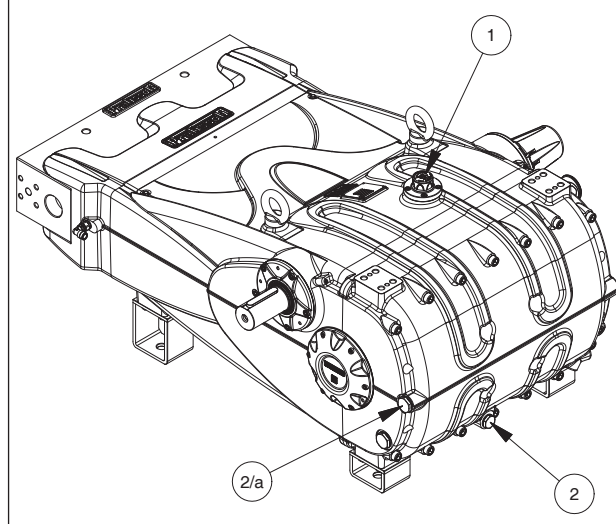

Fig. 4
Vérifier le niveau d'huile à l'aide de la jauge d'huile①, Fig. 4.
Si nécessaire, faire l'appoint à travers le bouchon①, Fig. 4.
Le contrôle de niveau d'huile correct est effectué avec la pompe à la température ambiante, l'huile doit être vidangée avec la pompe à la température de fonctionnement en retirant le bouchon rep. ②, Fig. 4. (Utiliser le bouchon rep. 2/a pour la version verticale.)